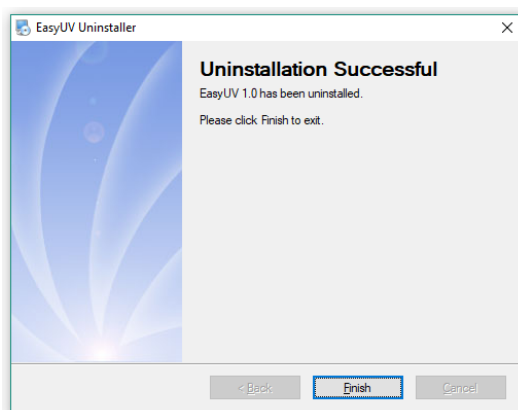

Fig. 2.4-2 Fine disinstallazione
- Attendere il completamento della procedura (Fig.2.4-2) e cliccare su **Fine**.